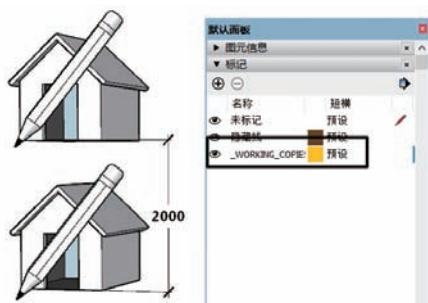

图 2.2.13 显示隐藏的副本
- 图 2.2.13 是打开该图层后，在正本上方 2000mm 处显示副本。